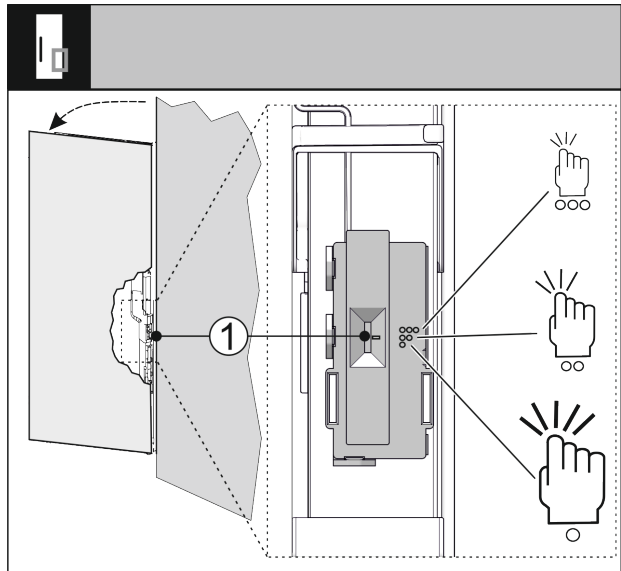

Fig. 71
Μπορείτε να ρυθμίσετε την ευαισθησία του αισθητήρα κρούσης με έναν διακόπτη Fig. 71 (1). Ο διακόπτης βρίσκεται στην πλευρά των μεντεσέδων στο κάτω τρίτο της πόρτας.
- ▶ Σύρετε τον διακόπτη Fig. 71 (1) στην επιθυμητή θέση.